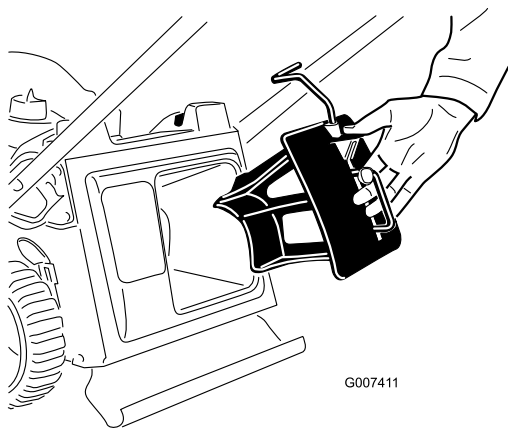

Рисунок 8
1. Если заглушка для мульчирования еще не установлена, вставьте ее в газонокосилку (Рисунок 8).